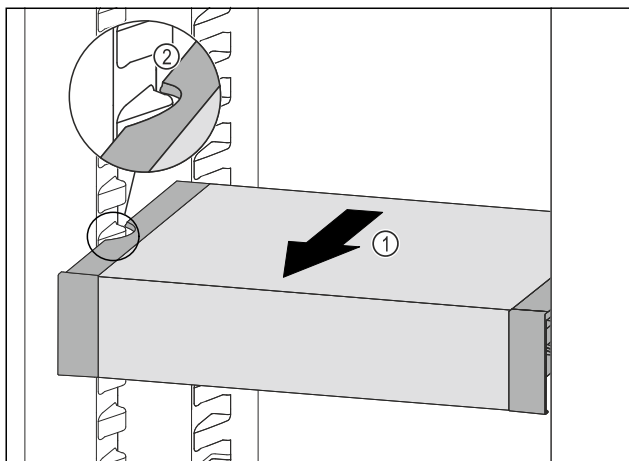

Fig. 103
- VarioSafe nach vorne ziehen Fig. 103 (1), bis sich die seitlichen Aussparungen des VarioSafes auf Höhe der Behälterrippe im Kühlteil befinden. Fig. 103 (2)